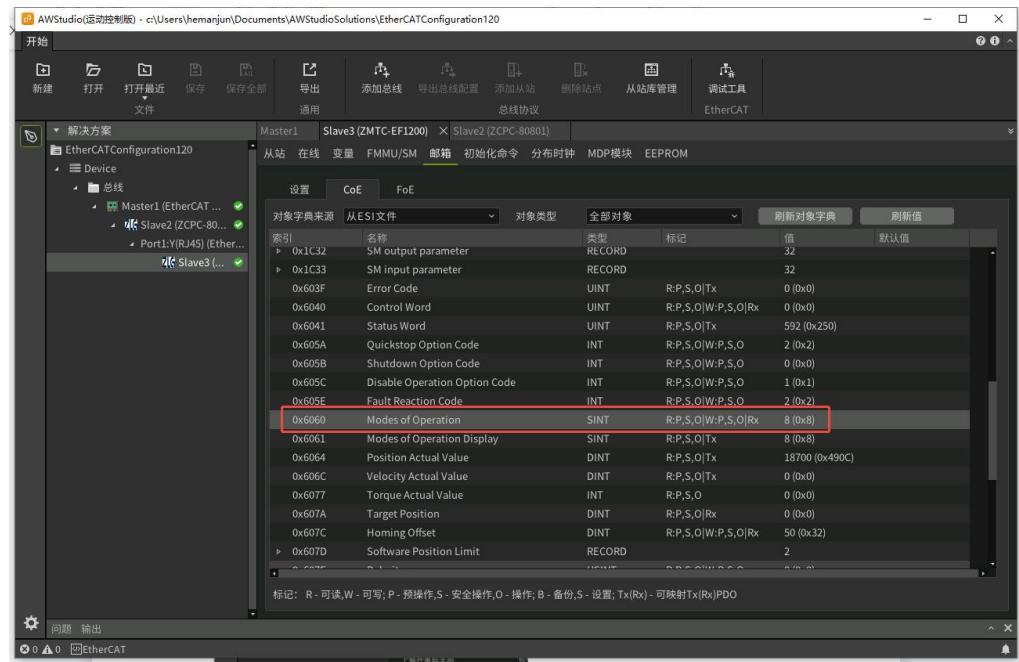

图 4.13 设置电机运行模式
(9) 打开从站 ZMTC-EF1200 的“邮箱-CoE”页，找到 0x6060 对象，右键“设置值”，设置先切换到“预操作状态”，写电机运行模式为需要的模式，例如 CSP 模式为 8，如图 4.13 所示。